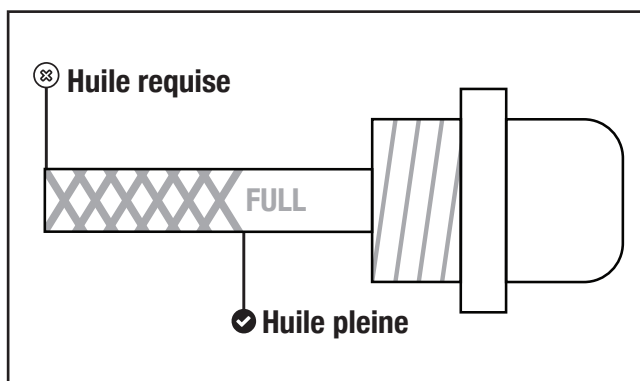

Figure 17B
3. Insérez la jauge dans la goulotte de remplissage de l'huile, mais ne la vissez pas, puis retirez-la pour vérifier le niveau d'huile (figure 17B).
4. Si le niveau d'huile est inférieur au repère inférieur sur la jauge d'huile ou s'en approche, retirez la jauge, puis remplissez le réservoir avec l'huile recommandée jusqu'au repère supérieur. N'ajoutez pas trop d'huile (figure 17B).